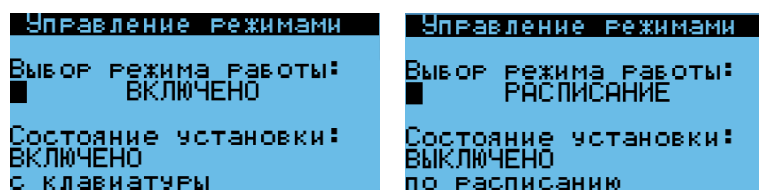

Рис. 3
7.5 Для включения вентиляционной установки (см. рис. 3, а также Приложение 2):